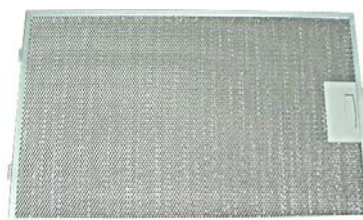

Abb. 11
- ⤴ Klipsen Sie die Aluminiumfettdfilter raus (Abb.11)
- ⤴ Klipsen Sie die Aluminiumfettfilter (Abb.11) wieder rein.
Des Weiteren sollten Sie unbedingt auf die Wechselintervalle der Aktivkohlefilter bzw. das Säubern der Aluminiumfettfilter (Abb.11) achten.
Den Aluminiumfettfilter (Abb.11) sollten Sie in Abhängigkeit des Gebrauchs mindestens einmal im Monat im Geschirrspüler oder per Hand mit Fettlösemitteln waschen.